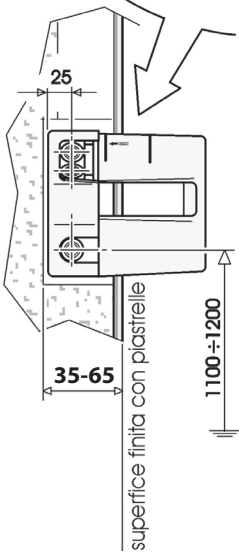

Fig. 3
- Rispettare le quote riportate nella figura successiva. (Fig 3)
- Respect the dimensions shown in Figure 3
- Die in der nächsten Abbildung dargestellte Höhe einhalten. (Abb. 3)
- Respecter les dimensions indiquées dans la figure suivante. (Fig 3)
- Respete las medidas que se muestran en la siguiente figura. (Fig.3)
- Придерживайтесь указанных на рисунке размеров. (Рис.3)